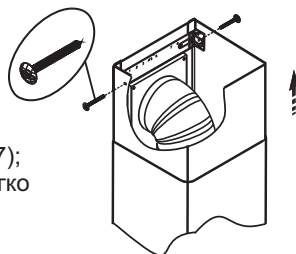
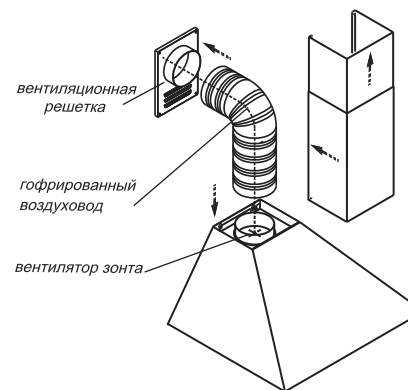
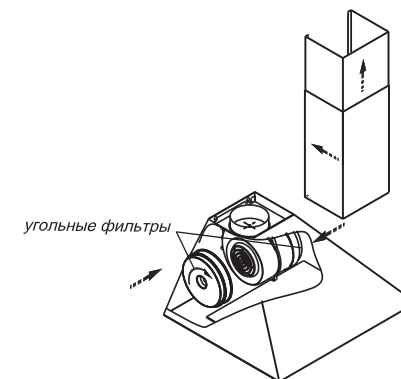

РИС. 9
РИС. 7
РИС. 8
6.4. Установите фальштрубы (рис. 7, 8). Выдвиньте верхнюю фальштрубу, оденьте ее на кронштейн (рис. 9) и закрепите винтами самонарезаемыми 3,5x11мм.
- будьте осторожны при установке фальштруб (рис. 7); не повредите поверхности из нержавеющей стали. Их легко поцарапать.
6.3. В зависимости от режима эксплуатации зонта соедините вентилятор с вентиляционной решеткой полужестким гофрированным воздуховодом (рис. 7) или установите на вентилятор угольные фильтры. Угольные фильтры устанавливаются на защитные решетки короба вентилятора путем легкого нажатия и поворота их по часовой стрелке (рис. 8).